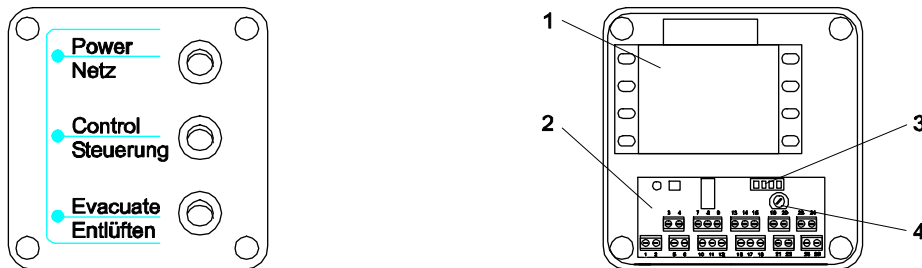

Рис. 13: Соединительная коробка: левая крышка, внутренняя часть коробки справа
1. Прежде всего, снимите крышки на кабелепроводах (см. рис. 13) и привинтите распределительную коробку.